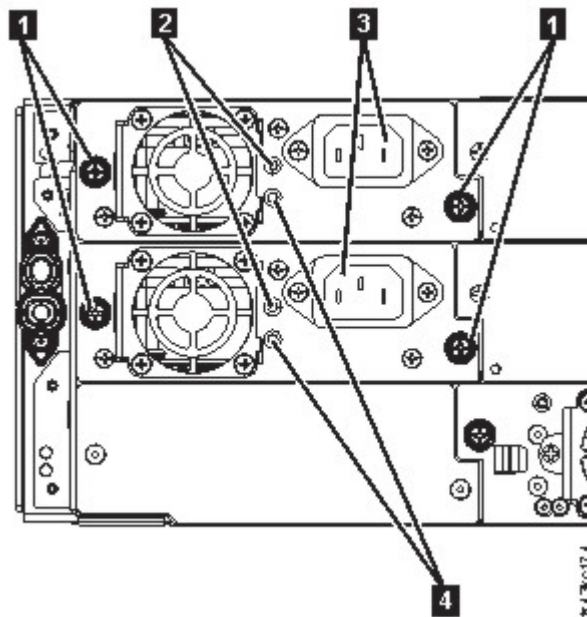

図 66. 電源機構
- 白色 LED (144 ページの図 66 の **2**) が点灯している。
- 緑色の LED (144 ページの図 66 の **4**) が点灯していない。